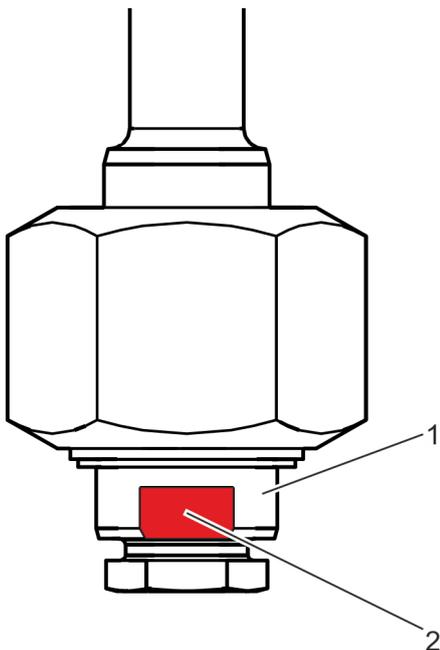

Fig. 19: Retener el cuerpo de la llave
11. ▶ Retenga con una llave del 30 las superficies de contacto de la llave (Fig. 19/2) situadas en el extremo inferior del cuerpo de la llave (Fig. 19/1).